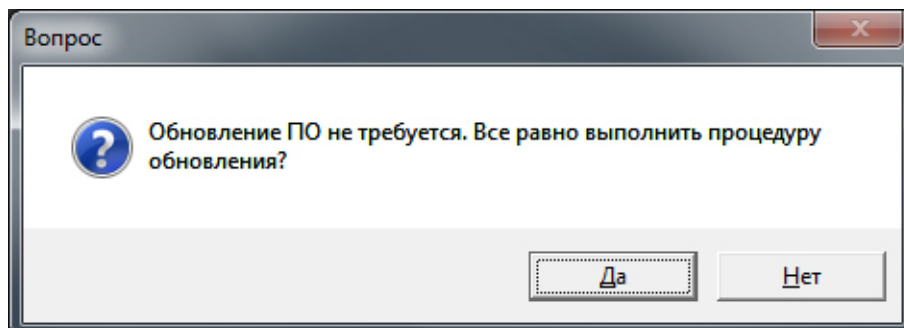

Рисунок 5 – Выбор необходимости обновления ПО
**2.5.** Программа произведет проверку текущей версии ПО (рисунок 5).